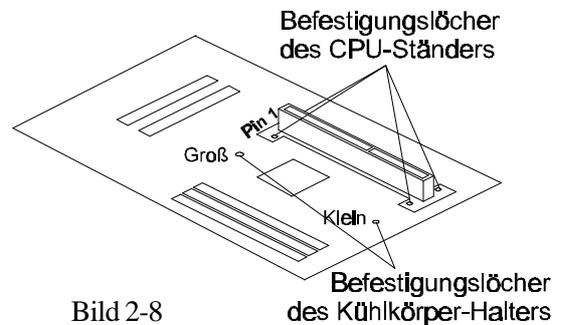

Bild 2-8
1. Die Position der 4 Löcher für die CPU-Halterung und die Markierung für "Pin 1" des Slot 1 (das ist der Prozessor-Steckplatz) sind auf dem Mainboard HOT-675 ausfindig zu machen. (siehe Bild 2-8)